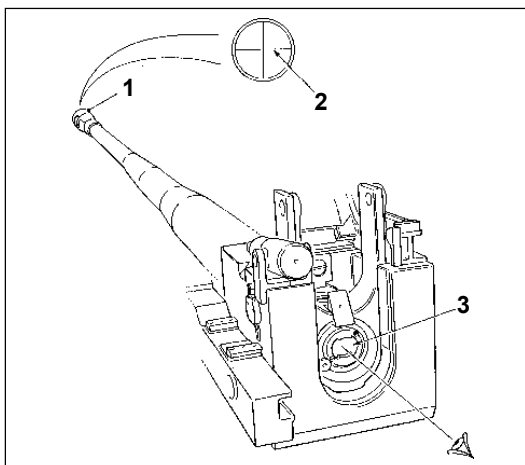

Fig 11-9. Visada pela alma do tubo
c. Execute o alinhamento do diagrama do eixo do tubo pela linha de visada feita pela culatra (retire a agulha de ignição).(Fig 11-9)